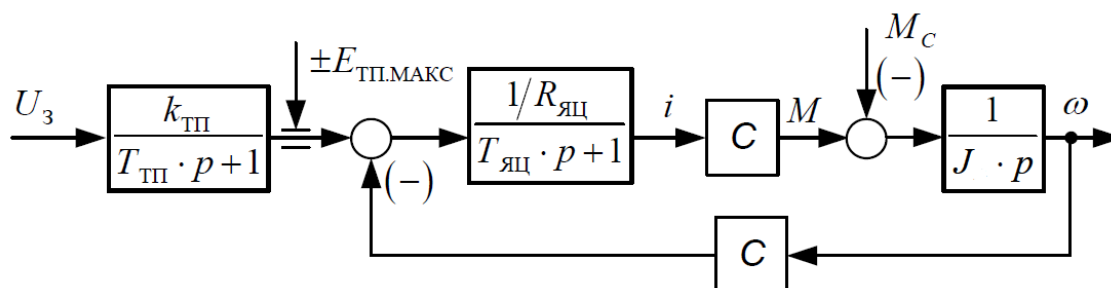

Рисунок 1 – Структурная схема двигателя постоянного тока с питанием от транзисторного преобразователя
**Ситуация 1.** Имеется структурная схема электромеханического объекта управления (ЭМОУ) (рисунок 1). Составьте математическое описание ЭМОУ в виде обыкновенных дифференциальных уравнений (ОДУ) и в векторно-матричном виде. Настройте контур регулирования скорости на симметричный оптимум (СО), чтобы обеспечить астатизм СУЭП при изменении нагрузки на валу. Параметры ЭМОУ представлены в таблице 1.